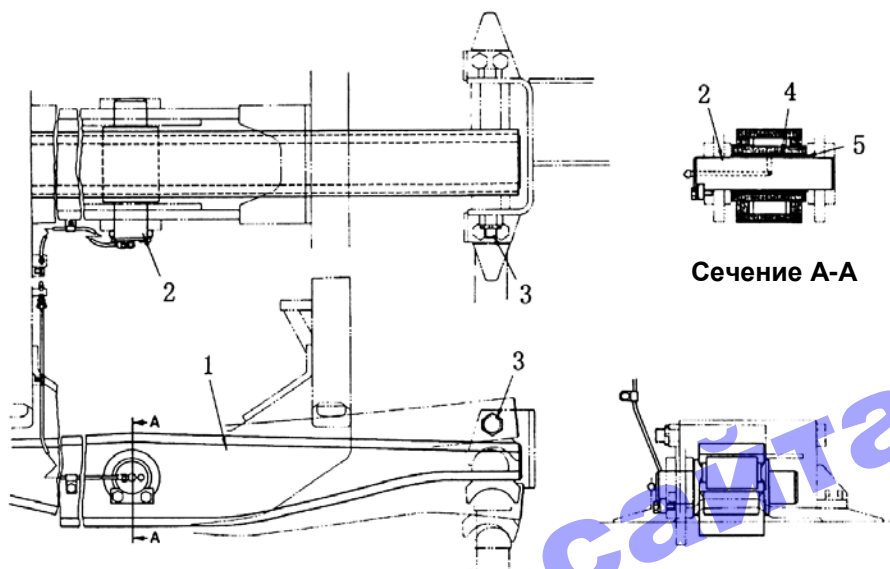

Рис. 5-48. Устройство подвески sD16, sD16E.
6. Устройство подвески (Рис. 5-48, 5-49)